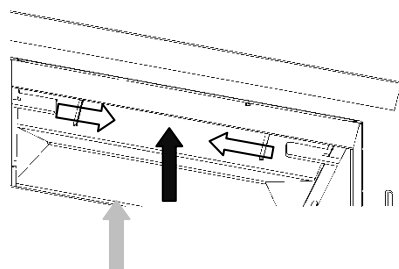

Рис. 6
- 6.4.3 Сдвиньте переднюю часть верхнего дефлектора минимум на 20 мм вверх. Сдвиньте боковые шторки к середине топки. (Рис. 6)